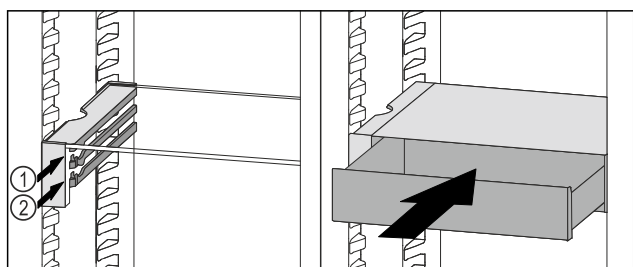

Fig. 174
- Placera VarioSafe-lådan bakom stoppklackarna på önskad list Fig. 174 (1) eller Fig. 174 (2).